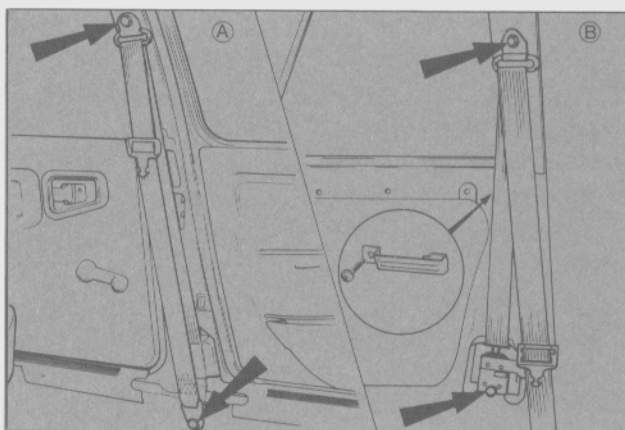

Fig. 39 - Montaje del cinturón de seguridad.
- En los modelos L y GHIA retirar el tornillo de sujeción del anclaje inferior y el mecanismo de enrollado automático (Fig. 39).